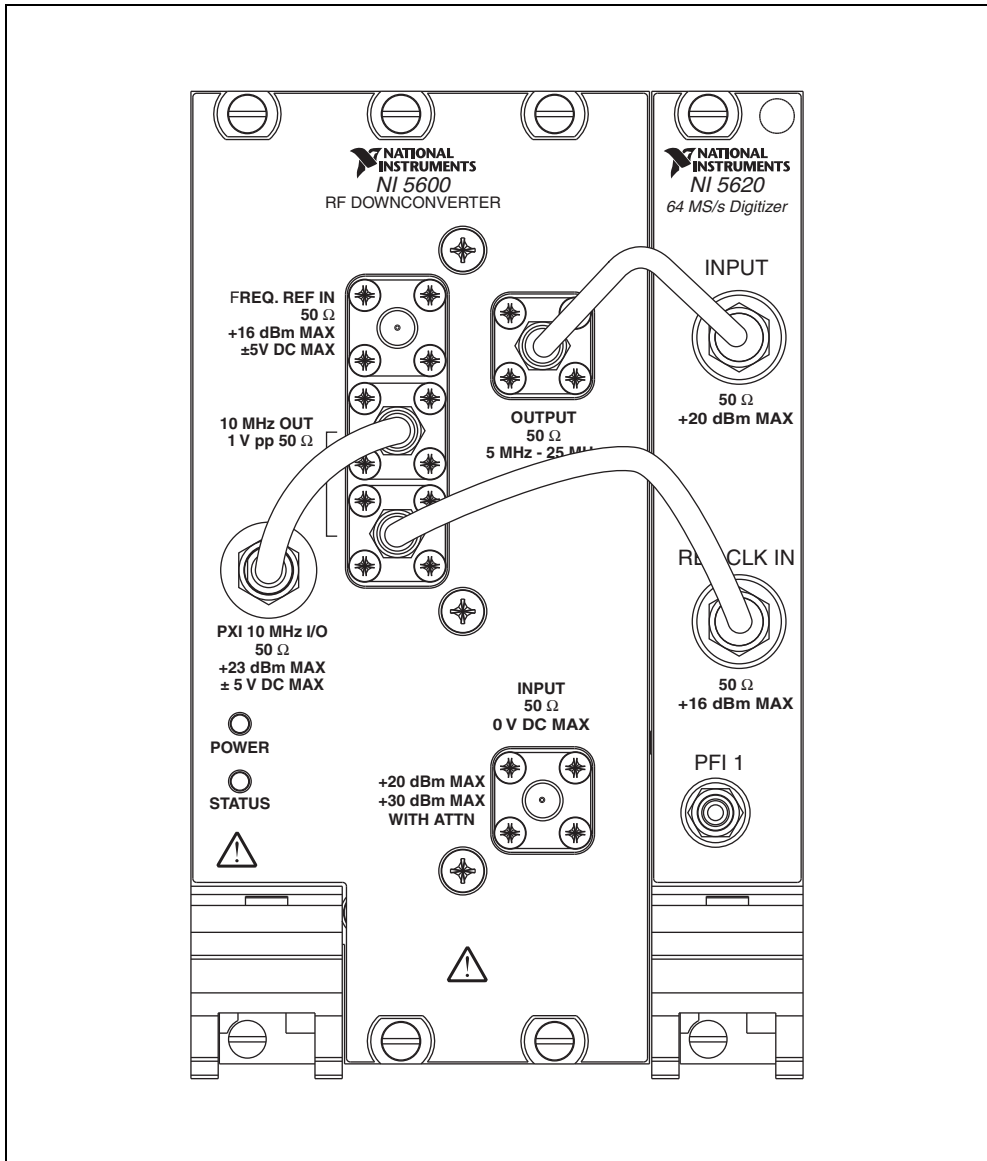

図 3 付属の NI 5660 ケーブルを使用したデバイスの相互接続
NI 5600 および NI 5620 はモジュールのフロントパネルを介して相互接続されます。RF ベクトル信号アナライザハードウェアモジュールのフロントパネルコネクタを相互接続するには、図 3 に示すように、手順 1 から 6 に従ってください。
メモ セミリジッドケーブルは、図 3 に示すように折り曲がった部分が上向きになるように取り付けてください。
4. 図 3 に示すように、SMA 用トルクレンチ（別途ご用意ください）を使用して、注意しながらすべての SMA コネクタを $1\text{ N}\cdot\text{m}$ のトルクで締めます。レンチがカチッと音がすると適正なトルクです。